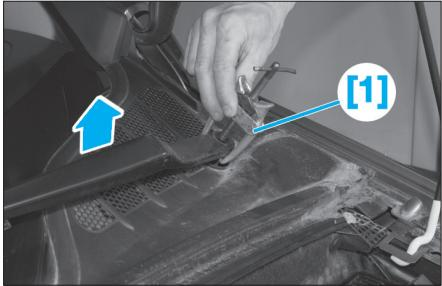

Fig. 93
- A l'aide de l'outil [1], extraire puis déposer les bras d'essuie-vitre (Fig.93).